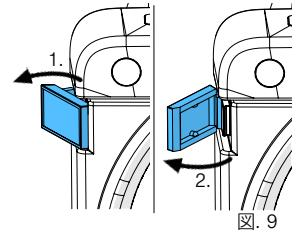

図. 9
- ・開戸錠を開いてください（図9）。
- 開戸錠を開いてから（図9）、扉を外して、傍らに置いてください。
- 開戸錠を開いてから（図9）、扉を外して傍らに置いてください。